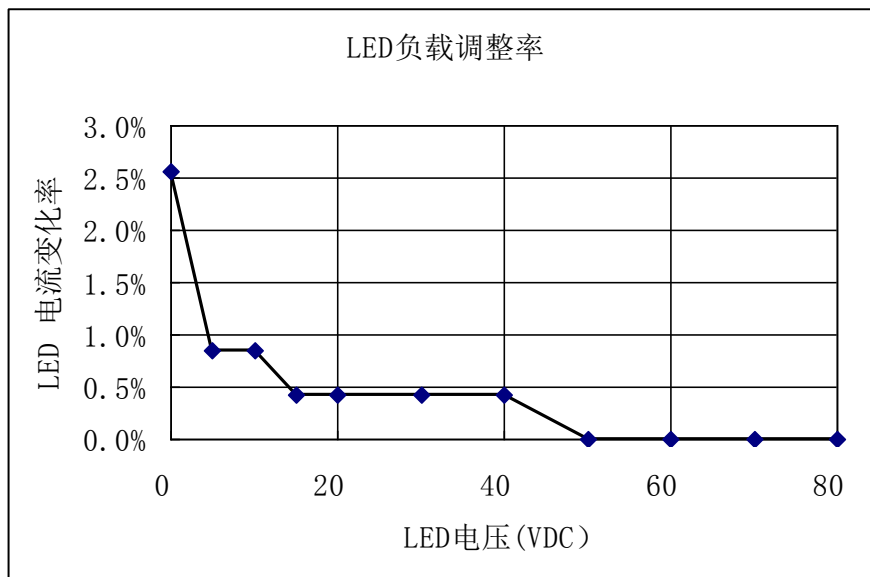

图 7
- 3) 允许输出电压在大范围波动，甚至可以在输出短路的情况下，维持输出电流精度。这使得系统对 LED 正向压降一致性的要求大大降低，降低了 LED 的选用成本，额外的好处是，在不改变电源任何参数的情况下，只需要改变 LED 的串并联方式，则同一个电源可以应用在不同亮度的 LED 照明设备上，这对于电源物料库存的控制非常有利。图 7 为在不同 LED 电压下，实际测试的输出电流变化率。